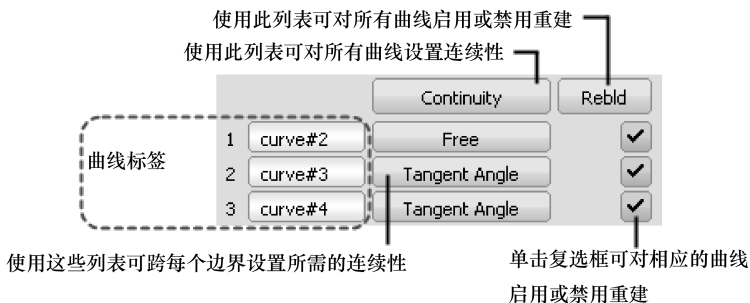

图 4-24 连续性表
- 连续性表：为所有边线设置连续性，表中各项含义如图 4-24 所示。